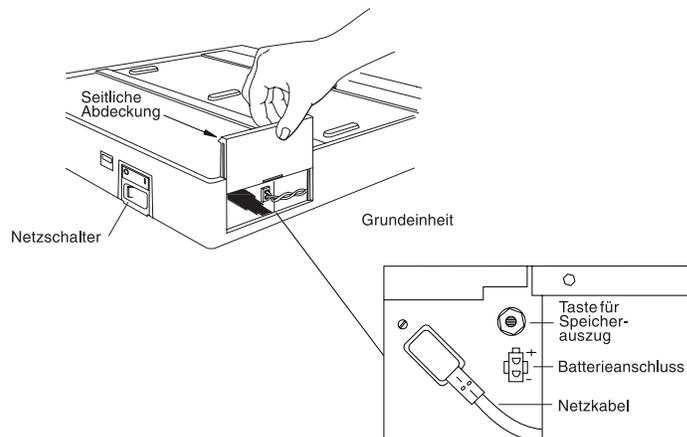

Abbildung 3. Position der Taste für Speicherauszug an Datenkassen IBM 4683 Mod1
- Die Taste für Speicherauszug an der Datenkasse Mod1 (siehe Abb. 3 auf Seite 370) drücken. Handelt es sich um eine Datenkasse Mod2, muss die Taste an der Partnerkasse gedrückt werden.